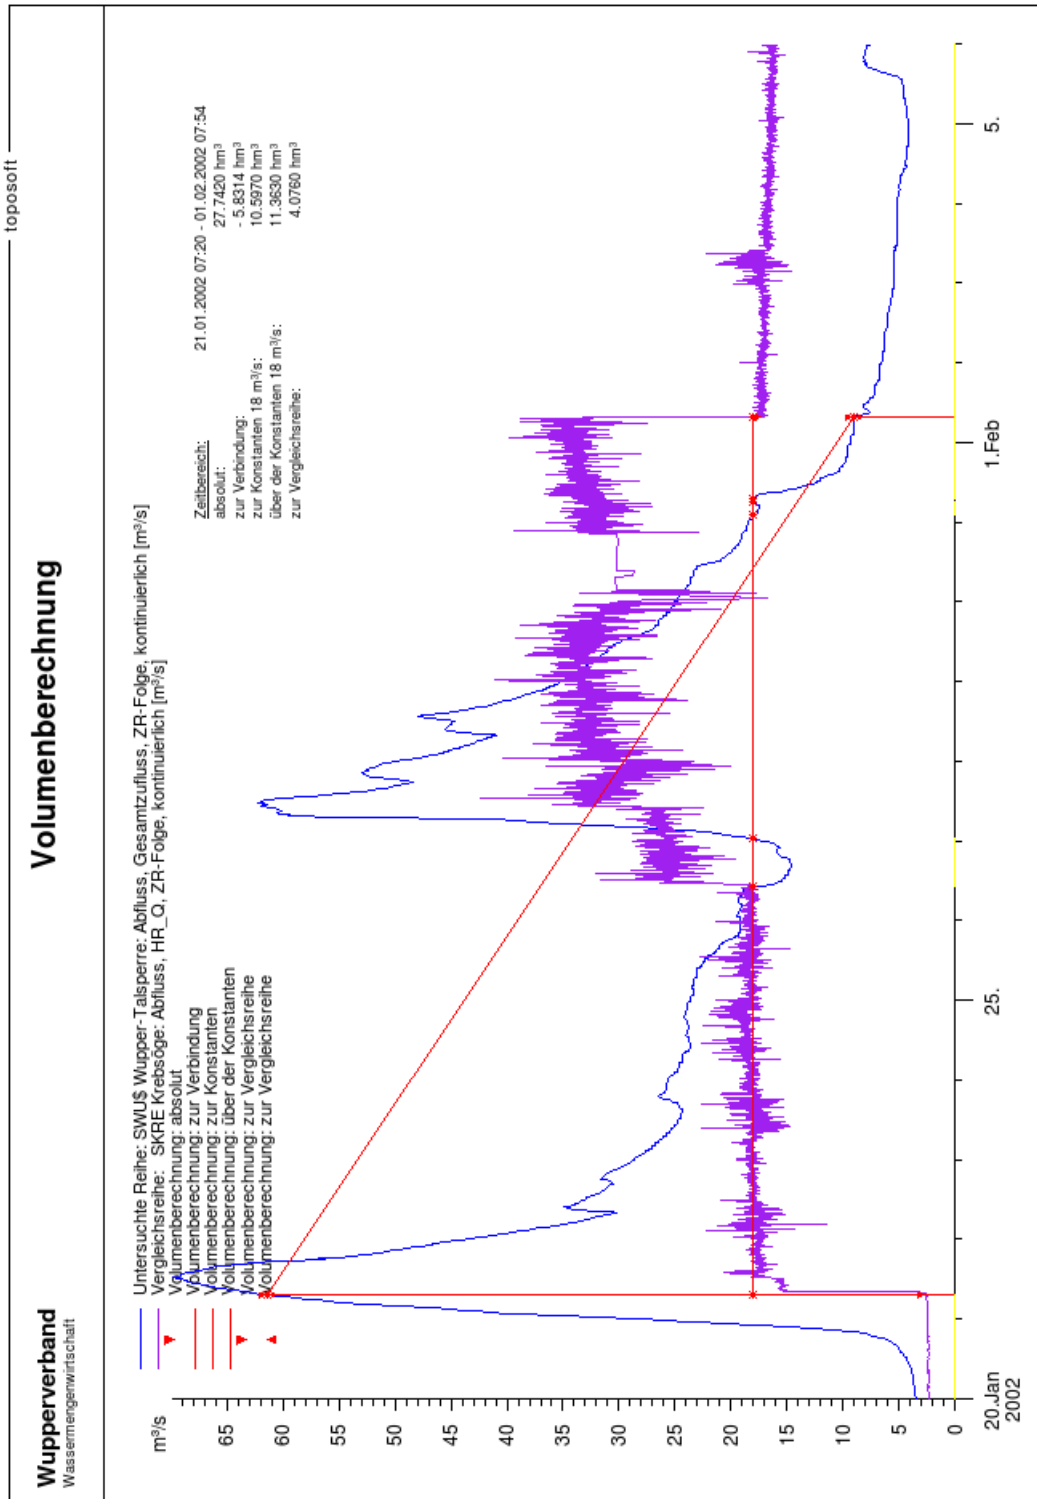

Abbildung 12.7: Report Volumenberechnung
- Der Button  gibt die dargestellte Grafik auf das gewählte Medium aus. Ein Beispiel findet sich in Abbildung 12.7.